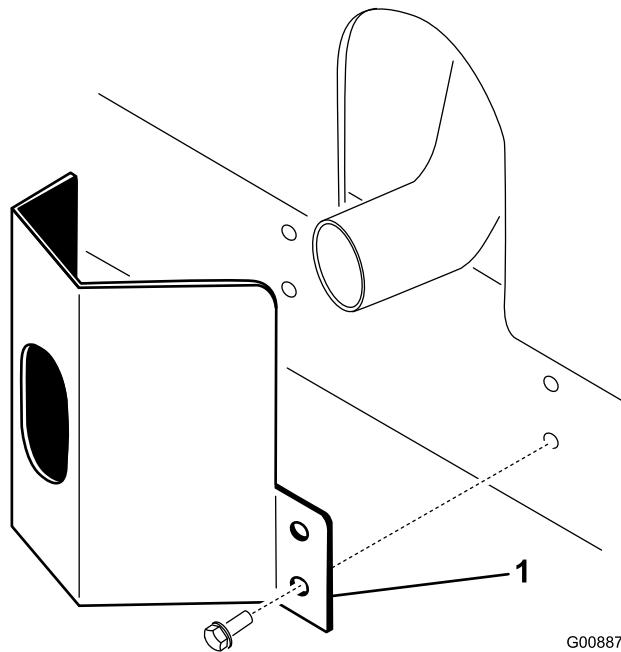

図 10
- 2. タップねじ本で固定する図 10。
1. フレームについている取り付け穴に合わせてマフラー部にガードを取り付ける図 10。